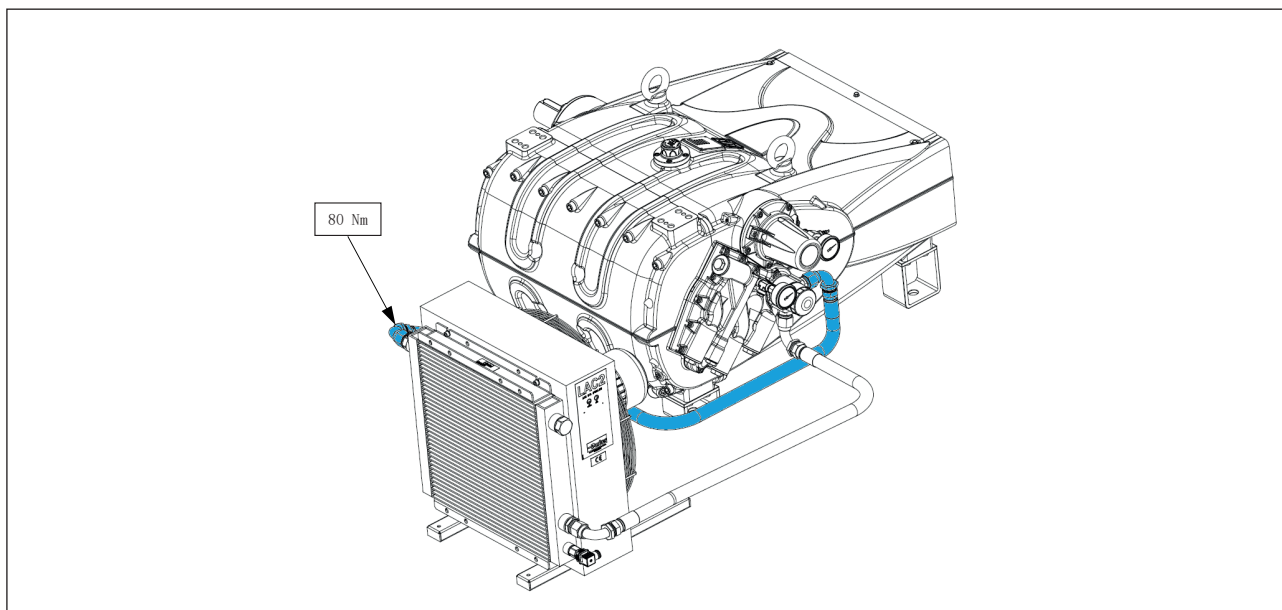

图 16
3. 然后使用 90° 弯头将第二根管道连接到位于交换器出口上方另一侧的接头（见图16）。以80Nm的扭矩拧紧